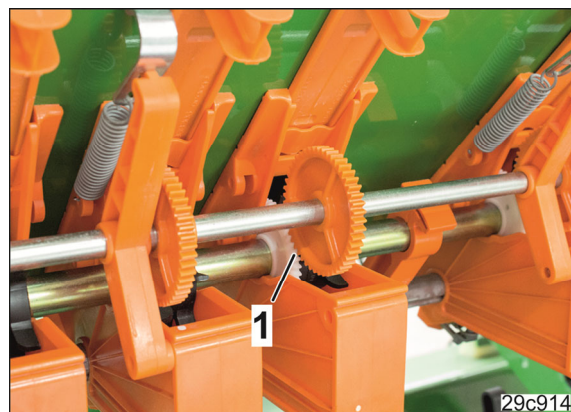

Fig. 254
- 10.1 Certificar-se de que os dentes (Fig. 254/1) das engrenagens se enredam.